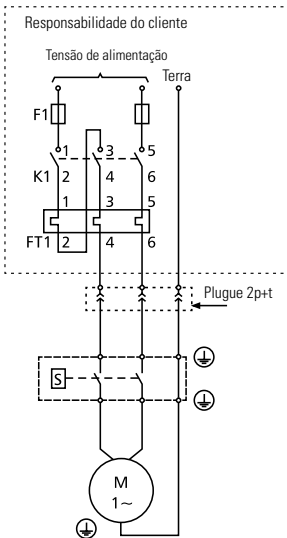

FIGURA 7.2- ESQUEMA DE CONEXÃO ELÉTRICA MONOFÁSICA (MOTOR SEM PROTETOR TÉRMICO)
- Os cabos de alimentação devem ser dimensionados de acordo com a potência do motor, tensão da rede e distância da fonte de energia elétrica. Veja as orientações da Tabela 7.1. E o motor deve ser conectado à tensão (V) conforme indicado na etiqueta do motor elétrico ou no cabo elétrico.
- Para proteção e garantia do motor elétrico é necessário seguir a orientação da Figura 7.2. A não observância poderá causar a queima do motor e a perda de sua Garantia.